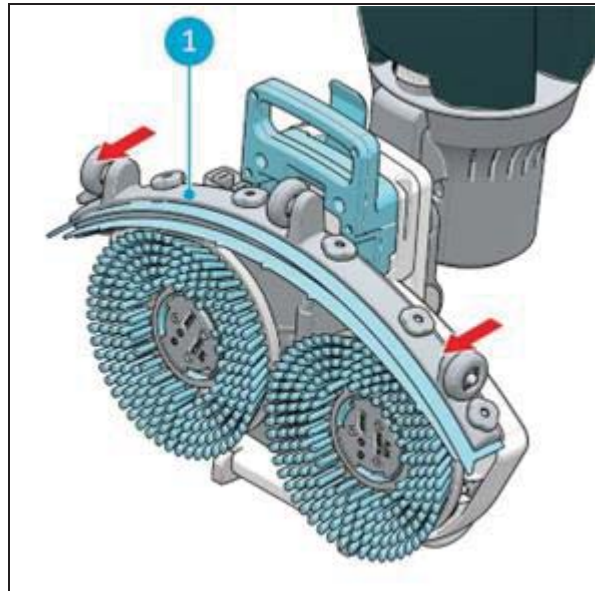

Figure 26
3. Tirez sur le côté gauche de la raclette (Figure 26, pos 1) pour la retirer.